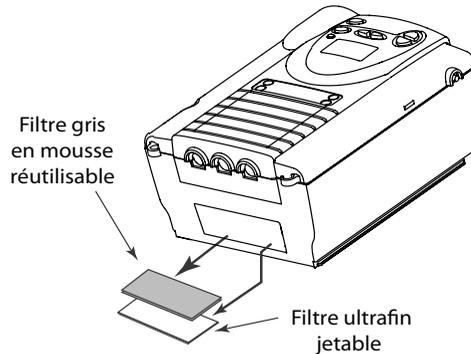

Figure 9-2 Retrait des filtres
3. Enlevez les filtres en tirant doucement sur les bords. Le filtre du haut est le filtre en mousse gris réutilisable. Le filtre inférieur est le filtre ultrafin blanc jetable en option, comme indiqué à la figure 9-2.